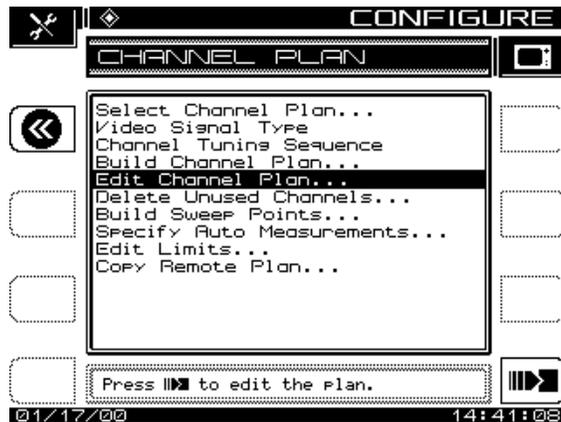

Abb. 14–5 Hauptmenü Channel Plan (Kanalplan)
2. Die Softwaretaste **Channel Plan (Kanalplan)** drücken und die Option *Build Channel Plan (Kanalplan erstellen)* aus der Liste wählen (siehe Abbildung 14–5).